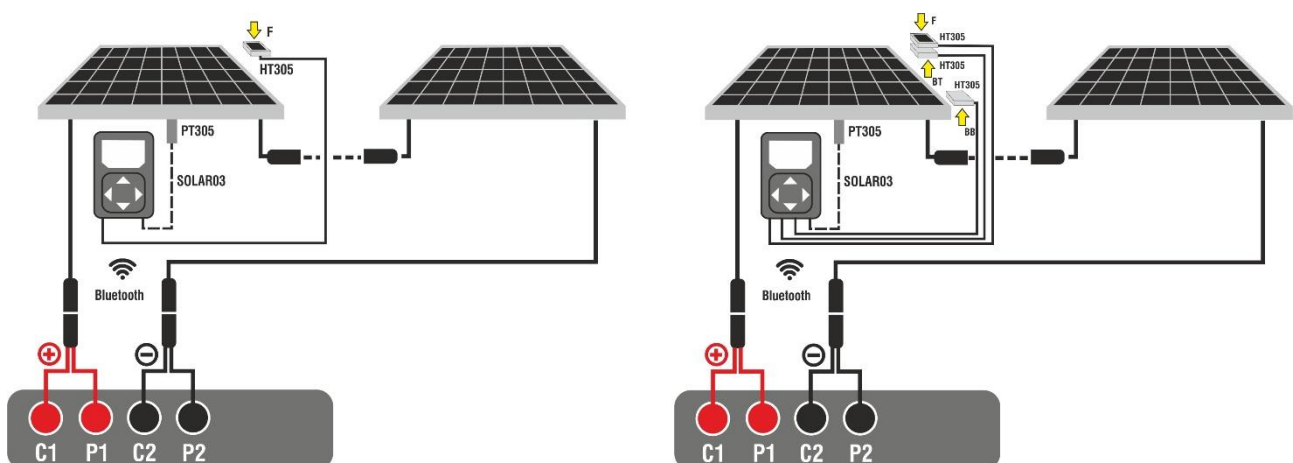

Fig. 39: Connexion avec l'unité à distance SOLAR03 sur des modules Monoface et Biface
3. Connecter l'instrument et l'unité distante SOLAR03 au module/chaîne de test comme indiqué dans la Fig. 39. En particulier :
- **Dans le cas de modules Biface** →, placer les 3 cellules de référence **HT305** sur le plan avant du module (**F**), sur la partie arrière supérieure (**BT=BackTop**) et sur la partie arrière inférieure (**BB=BackBottom**) du module. Connecter la cellule de référence frontale (F) à l'entrée « **INP1** », la cellule de référence BT à l'entrée « **INP2** », la cellule de référence BB à l'entrée « **INP3** » et **éventuellement** la sonde de température **PT305** à l'entrée « **INP4** » de l'unité à distance. Conformément à la norme IEC/EN60904-1-2, l'instrument calcule la valeur de rayonnement frontal équivalente ( $Irr_{eq}$ ) qui correspond u rayonnement sur le seul plan frontal qui produit les mêmes effets que le rayonnement détecté sur les deux faces en tenant compte du **coefficient de Biface** ( $\varphi$ ) du module selon la relation suivante :